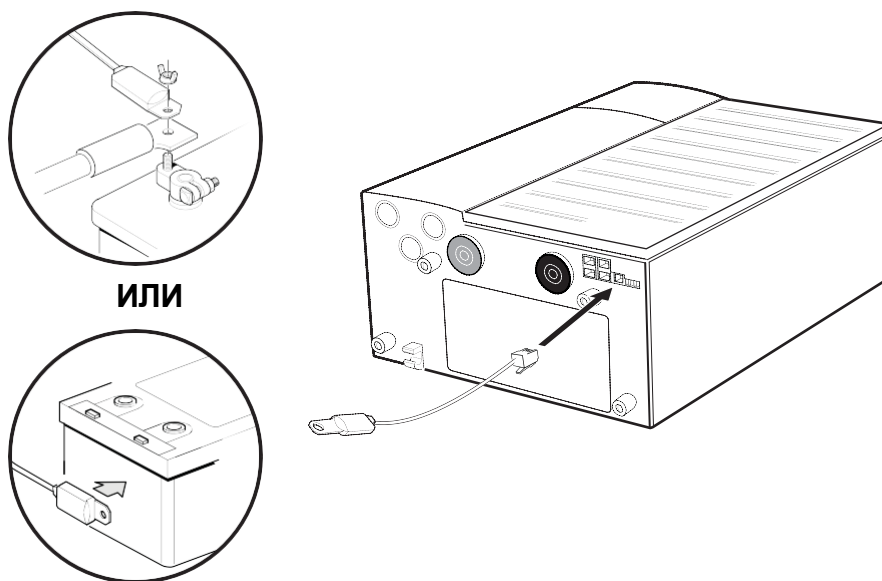

Рис. 3-5. Установка датчика температуры АКБ
2. Проложите кабель BTS к корпусу батарей и подключите датчик одним из следующих способов (см. рис. 3-5 на стр. 3-10):